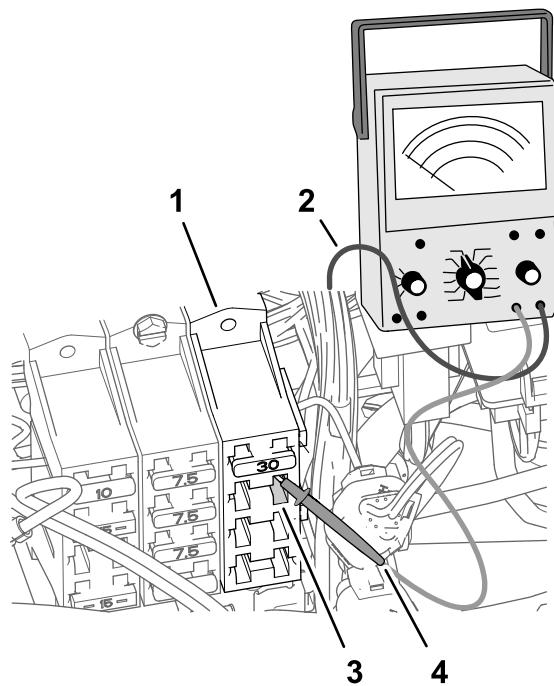

图190
2. 如 图190 所示在机器的保险丝盒 3 将万用表探针插入保险丝槽 2 的触点 4 右柱。